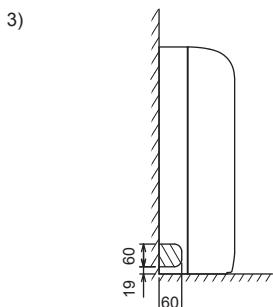

Fig. 3-9
① Ünite duvara monte edildiğinde.
② Ünite yere monte edildiğinde.
3) Sola boru yerleştirme (Fig. 3-9)